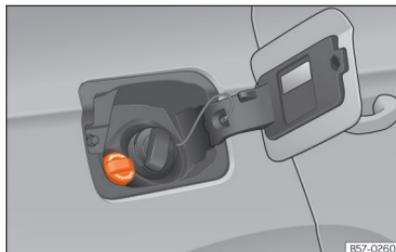

Fig. 187 Tampão do bocal de enchimento do reservatório do AdBlue®.
- Abrir a tampa do depósito »» Fig. 187.
- Gire o tampão de fecho do bocal de enchimento de SCR para a esquerda »» Fig. 187.